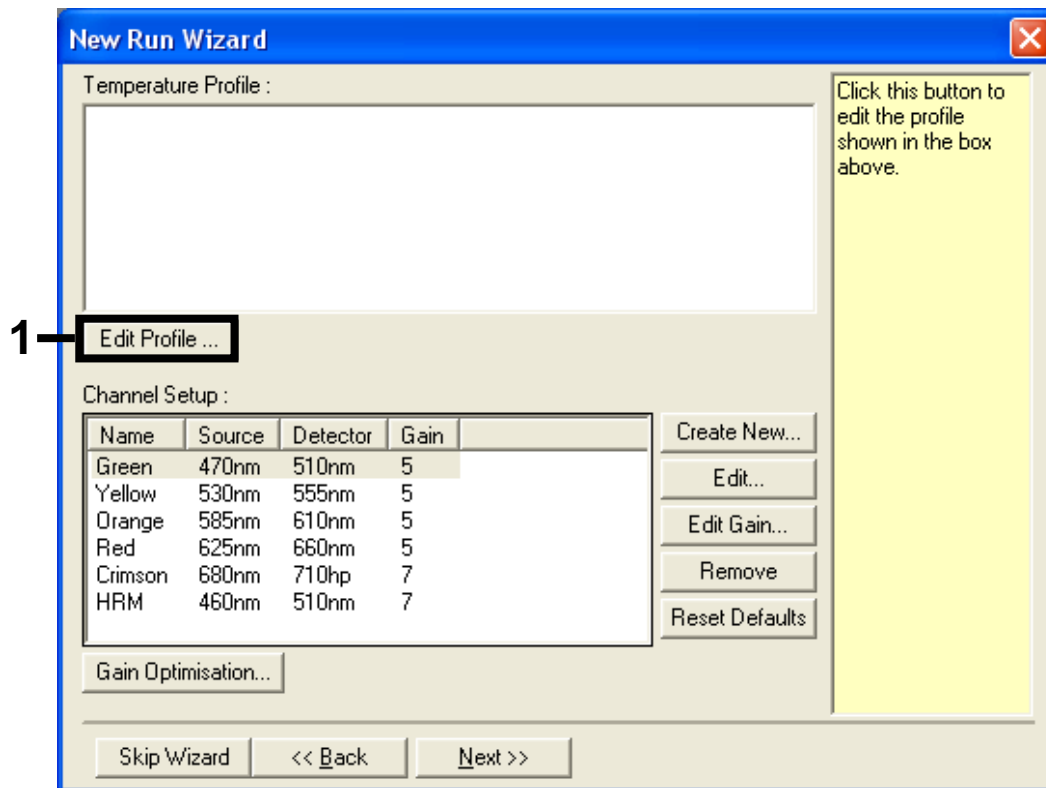

Bild 23. Ändra profilen (1).
5. Klicka på knappen "Edit Profile" [Ändra profil] i dialogrutan "New Run Wizard" [Guide för ny körning] (bild 23) och kontrollera körningsparametrarna enligt följande steg.